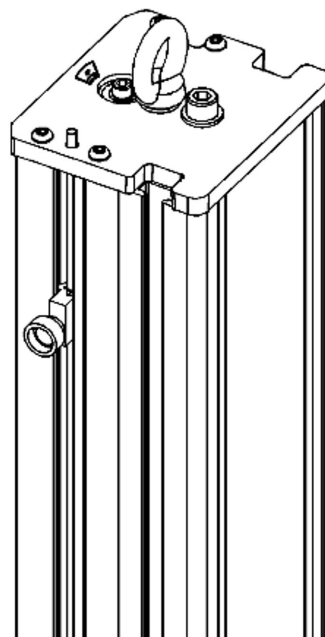

図10. フレーム持ち上げ用のアイボルト
7. クレーンのフックをフレームコラム58ページの図10上部のアイボルトに差し込みます。
一部のシステムでは、発送前にアイボルトが外されています。試験機にアイボルトがない場合は、封印されていない箱の内部の包装材料に包装されています。通常は、システムのドキュメントを含む箱です。アイボルトを、58 ページの図 10 に示されているように、フレームコラムの上端にねじ込んでください。